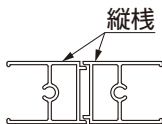

図3-8 縦柵の取付け
- 縦柵は、図3-8のようになるように取付けてください。
- ⑤スライドさせた上・下柵を元の位置に戻してください。
- ⑥8型のみ、クッションBを取付けてください。(※1)